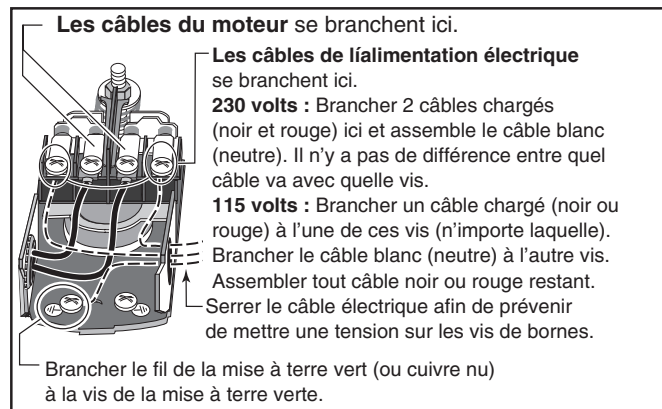

Figure 8: Câblage du manostat
1. Brancher tout d'abord le fil de mise à la terre, comme il est illustré à la Figure 8. Ce fil de mise à la terre doit être un fil de cuivre plein dont le diamètre sera aussi gros que les fils d'alimentation en courant.
4. Brancher les fils d'alimentation en courant sur le pressostat, comme il est illustré à la Figure 8, page 17.